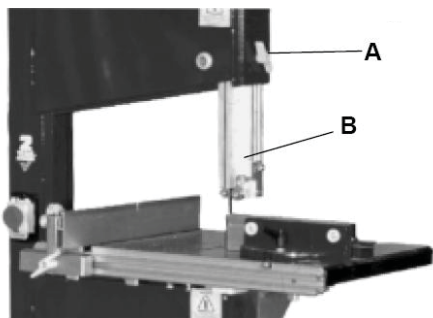

Рис. 23
- Ослабьте барашковую гайку (A) (Рис. 23) и установите верхний кожух полотна кожух в сборе (B) (Рис. 23) на расстоянии 2-3 мм над заготовкой.
- После установки затяните барашковую гайку (A).